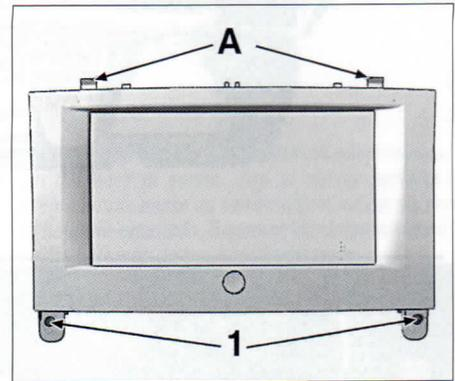

FIG. 16
- Desmontar la pantalla multifunciones (fig. 16):
- Desmontar las fijaciones (1).
- Bascular la pantalla por debajo con el útil [1] para separar las 2 pestañas en (A).